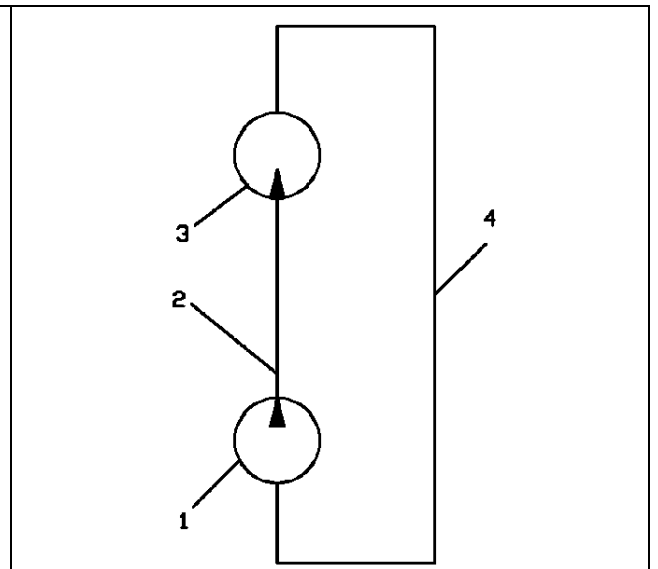

Рисунок 18
18. Все сообщающиеся полости (рис.18) объемной гидропередачи с замкнутой циркуляцией (насос 1, гидромотор 3 и соединяющие их напорный 2 и сливной 4 трубопроводы) полностью заполнены минеральным маслом, температура которого равна $t = 15$ °С. В процессе работы гидропередачи масло нагрелось до температуры $t_1 = 45$ °С. Пренебрегая температурным расширением металла гидропередачи и утечками масла в гидросистеме, определить давление масла в полости гидропередачи после выключения (остановки) насоса. Принять для масла коэффициент $\beta_V = 7 \cdot 10^{-10}$ 1/Па и температурный коэффициент объемного расширения $\beta_t = 0,0007$ 1/°С.